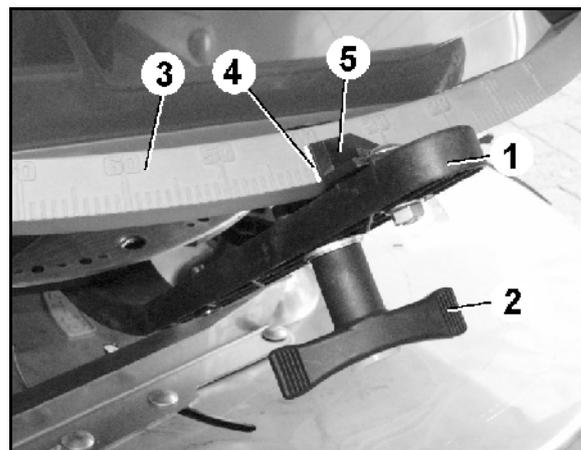

Fig. 81
Le réglage du débit s'effectue alors en fonction du tableau d'épandage par l'intermédiaire des leviers de réglage (Fig. 81/1).
2. Desserrez la vis à ailettes (Fig. 81/2).
3. Recherchez la position nécessaire du clapet sur l'échelle graduée (Fig. 81/3).
4. Positionnez l'arrête de lecture (Fig. 81/4) de l'index des leviers de réglage (Fig. 81/5) sur la graduation de l'échelle.
6. Serrez la vis à ailettes (Fig. 81/2).